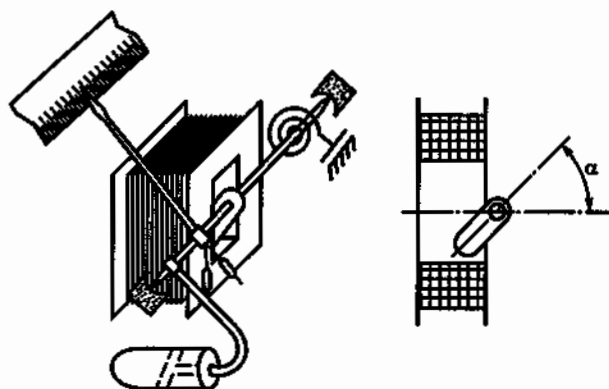

Рис. 165
5.10. Какому углу α соответствуют нулевое (α_0) и максимально возможное ($\alpha_{\max}$) отклонения стрелки прибора электромагнитной системы (рис. 165)?